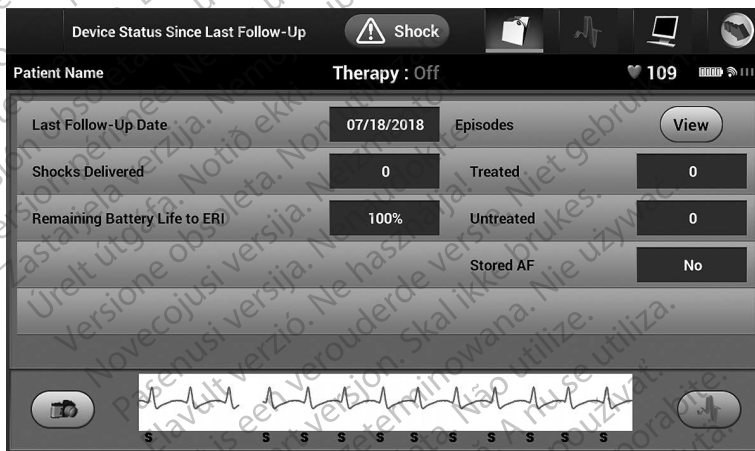

Figura 16: Ecranul stare dispozitiv
4. Va fi afișat ecranul Stare dispozitiv, care va indica o prezentare generală a activității generatorului de puls de la ultima sesiune de comunicare (Figura 16).